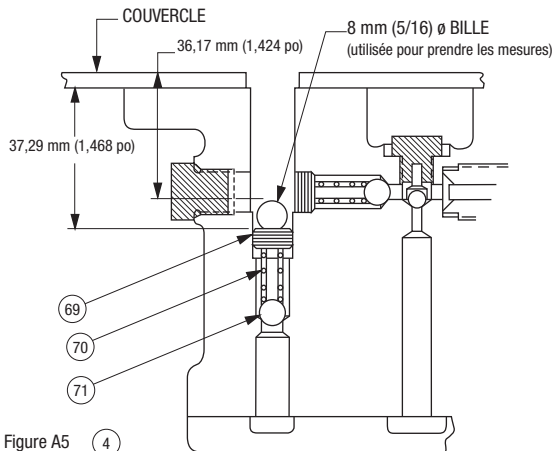

Figure A5 (4)
La soupape de dérivation antiretour à basse pression est mal réglée.	<p>Consulter le Schéma hydraulique (4).</p> <p>Si réglé trop bas : La pompe ne peut pas passer à la phase de pression élevée. Consulter Ajustement de la pression pour la soupape de dérivation antiretour à basse pression, figure A5 dans la section Réparations de ce manuel.</p> <p>Si réglé trop haut : La pompe ne peut pas redémarrer sous pression. Consulter Ajustement de la pression pour la soupape de dérivation antiretour à basse pression, figure A5 dans la section Réparations de ce manuel.</p>
La soupape de dérivation antiretour à faible pression est défectueuse.	Consulter le Schéma hydraulique (4). Si réglé trop bas : La pompe ne peut pas passer à la phase de pression élevée. Consulter Ajustement de la pression pour la soupape de dérivation antiretour à basse pression, figure A5 dans la section Réparations de ce manuel. Si réglé à haut : La pompe ne peut pas redémarrer sous pression. Consulter Ajustement de la pression pour la soupape de dérivation antiretour à basse pression, figure A5 dans la section Réparations de ce manuel.
Lorsque bien réglé à la dimension affichée dans la figure A5, le fonctionnement à la phase de pression élevée de la pompe sera retardée environ une (1) seconde après le démarrage du moteur. Ce délai est créé par le temps de fermeture de la soupape pilotée.